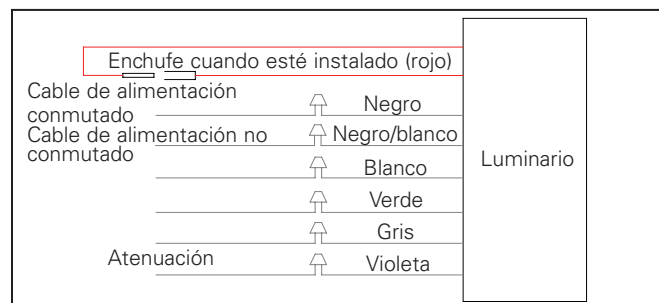

Figura 4B. Paquete de baterías de emergencia
2. Realice las conexiones de cables según la Figura 4B.